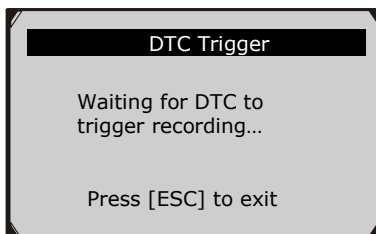

Figura 5.25
- Si se selecciona el medio de **disparador DTC**, siguiente pantalla muestra: (Figura 5.25)